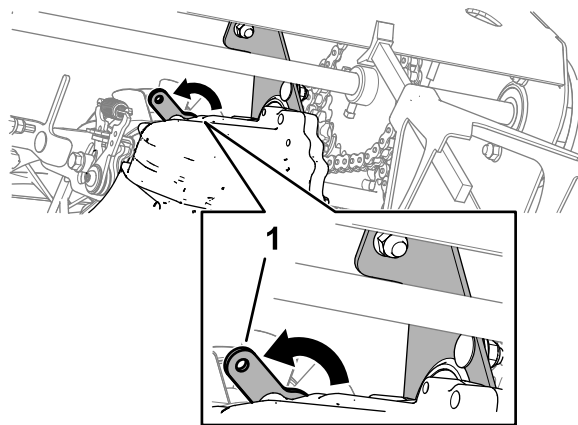

Figure 72
6. Soulevez l'avant de la machine, libérez le levier de dérivation du support de l'arbre (Figure 72) et abaissez la machine.